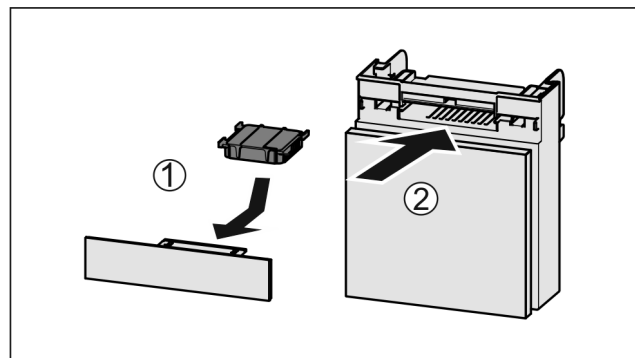

Fig. 138
- ▶ Вставити фільтр з активованого вугілля за малюнком Fig. 138 (1).
- ▶ Вставити відділення Fig. 138 (2).